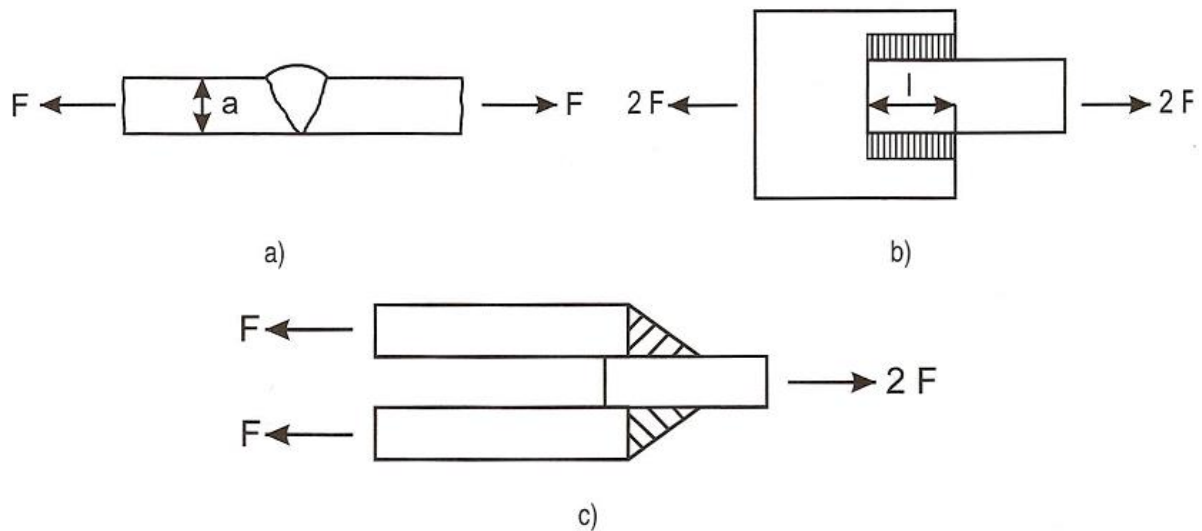

Figura 1.1
1.1.1 Determine as equações de dimensionamento dos cordões de soldadura para os casos da Figura 1.1.